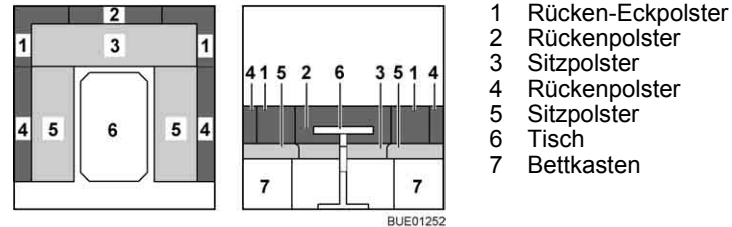

Bild 101 Vor dem Umbau
- Die Rücken-Eckpolster (Bild 101,1) und das Rückenpolster (Bild 101,2) abnehmen und unter dem Tisch ablegen.